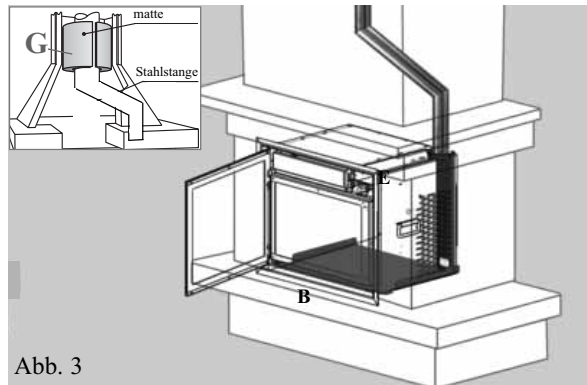

Abb. 3
- 4) Es ist ZWINGEND VORGESCHRIEBEN, das Gestell mittels der 4 Stk. mitgelieferten Dübel am Boden zu befestigen (Abb. 3).
2. Phase (Abb. 3)
- Den Einsatz mittig auf die Auflageplatte (B) setzen und vollständig nach hinten schieben.